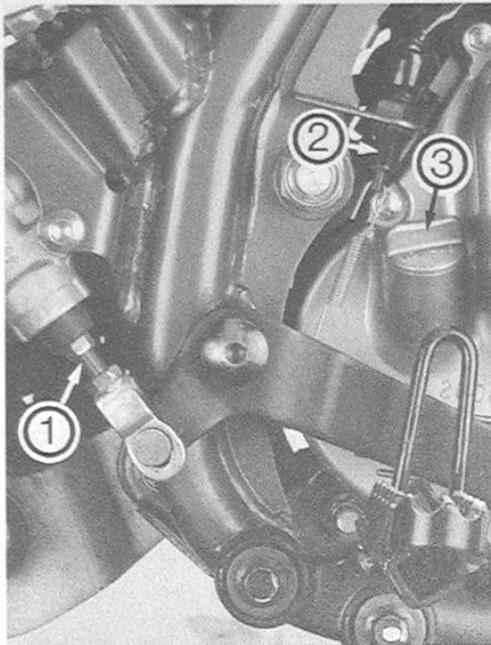

Bild 46
- Zur Einstellung des Bremspedals Gegenmutter in Bild 46 lösen und durch Verdrehen der Spindel Pedallage einstellen. Anschliessend wieder kontern.
- Bremslichteinstellung: Vorderer Bremslichtschalter kann nicht eingestellt werden. Hinterer sollte in Aktion treten, bevor Bremswirkung der Hinterradbremse einsetzt. Einstellung durch Drehen der Rändelmutter (nicht Schalter verdrehen!) von Hand vornehmen (Bild 46).